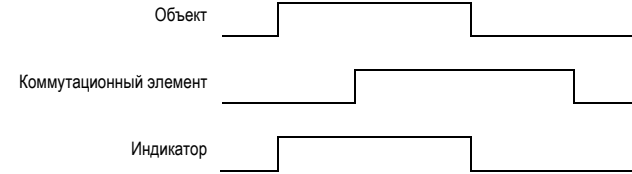

Рис. 3 Диаграмма работы
3.4 Светодиодный индикатор светится при наличии объекта воздействия. Диаграмма работы индикатора и коммутационного элемента приведена на рис. 3.